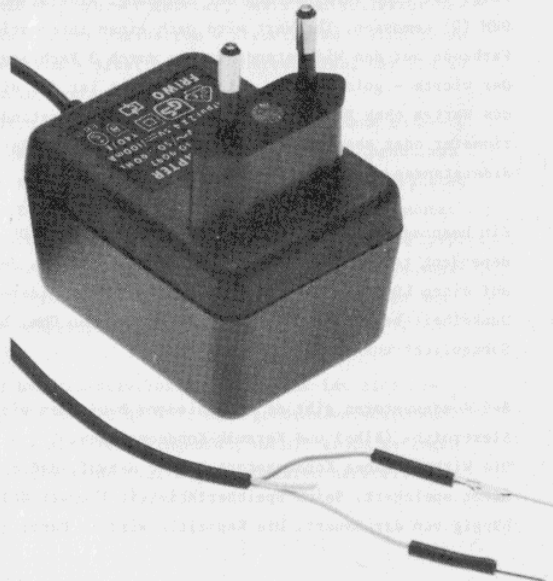

Abb. 4
Anstelle einer Batterie kann das Philips Netzteil EE 9097 verwendet werden. An dem gelben Anschlußdraht (Pluspol +) wird ein Stiftkontakt festgeklemmt und eine Gummitülle darüberschoben. Ebenso verfährt man mit dem grauen Anschlußdraht (Minuspol -). Der weiße Anschlußdraht bleibt frei (Abb. 4). Die Stiftkontakte werden in die entsprechenden Buchsen unterhalb des Schiebenschalters gesteckt, gekennzeichnet -9V+ .
8. An den Anschlußdrähten des Ohrhörers sind Stiftkontakte festzuklemmen und Gummitüllen darüberschieben (wie in Abb. 4).